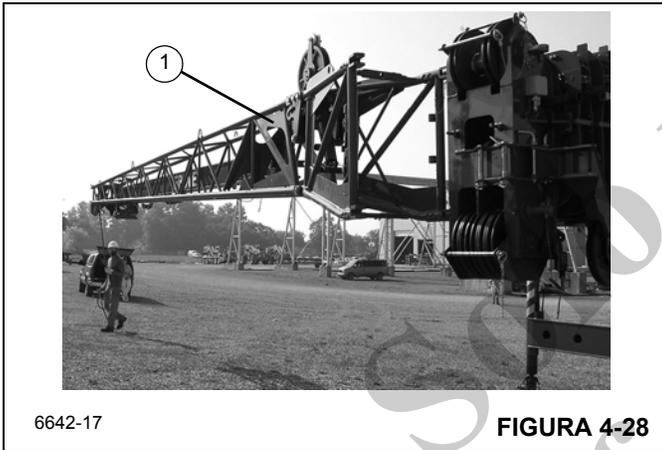

FIGURA 4-28
18. Utilice el cable guía para sacar la extensión (1) (Figura 4-28) de la rampa.
19. Mientras se mantiene el control de la extensión con el cable guía, gire la extensión (1) (Figura 4-28) hacia su posición en la punta de la pluma.